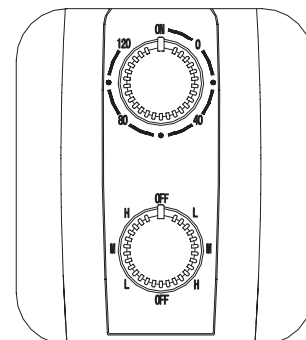

Fig.11
INSTRUCCIONES DE USO (VER FIG.11)
1. Para hacer/parar el cabezal del ventilador oscile, empuje hacia abajo/arriba la perilla de embrague (7)
2. La velocidad se controla girando el mando del botón de mando (10) (4 posiciones: 0-1-2-3).
3. Gire la perilla del tiempo y del interruptor de tiempo (9) hacia la derecha. El interruptor de tiempo se corta en el tiempo dentro de 120 minutos. Fig.11
5. La altura del ventilador puede ajustarse aflojando el anillo de ajuste de altura (12) levantando o bajando cuidadosamente el ventilador.